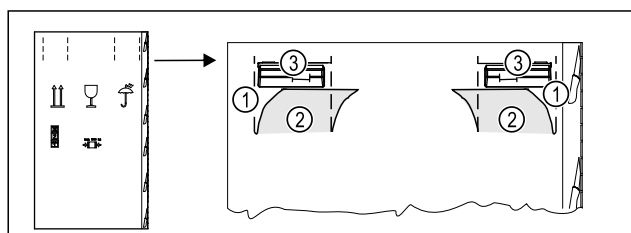

Fig. 5
- Presionar el cartón de embalaje en la parte superior de la perforación Fig. 5 (1).
- Extraer las bridas prensadas Fig. 5 (2).
- El mango de transporte Fig. 5 (3) es visible a la derecha y a la izquierda.
- Sujetar el electrodoméstico por los mangos de transporte Fig. 5 (3).